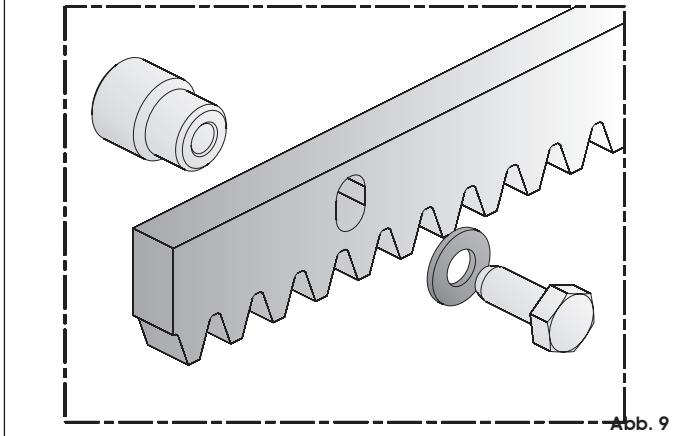

Abb. 9
1. Die Zahnstange (auf Anfrage lieferbar) mit den Sechskantschrauben 8 x 25 und den zu verschweißenden mitgelieferten Distanzstücken laut Abb. 9 einrichten. Um die Verschweißung am Tor zu vermeiden, sind verzinkte Passtücke mit Sechskantbefestigungsschrauben 8 x 50 erhältlich.